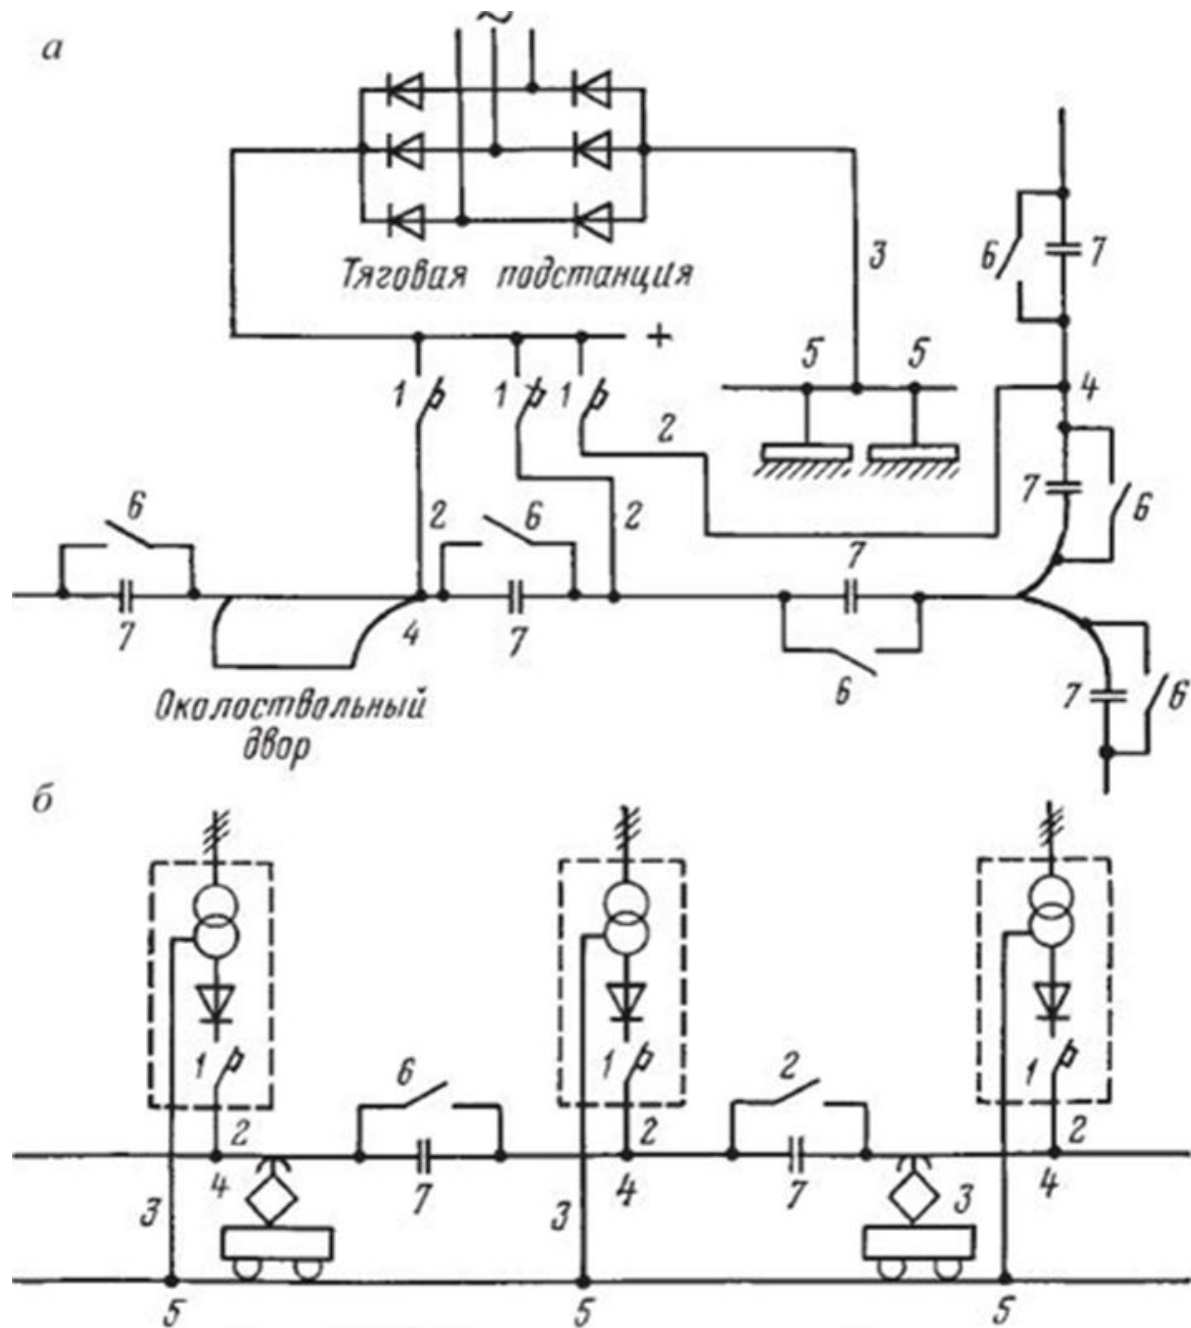

Рис. 15.16. Схемы питания тяговой сети:
- При небольшой длине откатки применяют **централизованную систему электроснабжения тяговой сети**, при которой тяговая сеть одного или нескольких горизонтов питается от ЦПП, расположенной в околоствольном дворе (рис. 15.16, а). (слайд ниже).
- При большой длине откатки используют **децентрализованную схему электроснабжения**, при которой тяговая сеть разбита на участки каждый из которых питается от отдельной ЦПП и УПП (рис. 15.16, б)